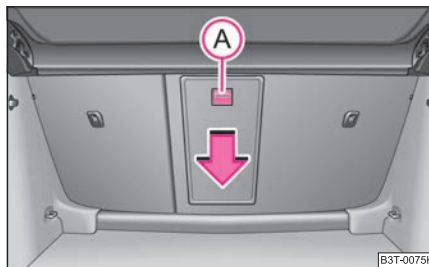

Abb. 105 Gepäckraum:
- Schieben Sie die Entriegelungstaste **(A)** nach unten ⇒ Seite 94, Abb. 105 und klappen den Deckel (mit Armlehne) nach vorn.
- Klappen Sie den Deckel und die Armlehne bis zum Anschlag nach oben - der Deckel muss hörbar einrasten. Das erkennen Sie daran, dass das rote Feld oberhalb der Entriegelungstaste (A) vom Gepäckraum aus nicht zu sehen ist ⇒ Seite 94, Abb. 105.